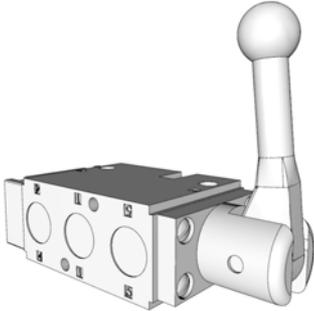

FIG. 15
- Normale Position: ermöglicht freie Spulendrehung (FIG. 15).